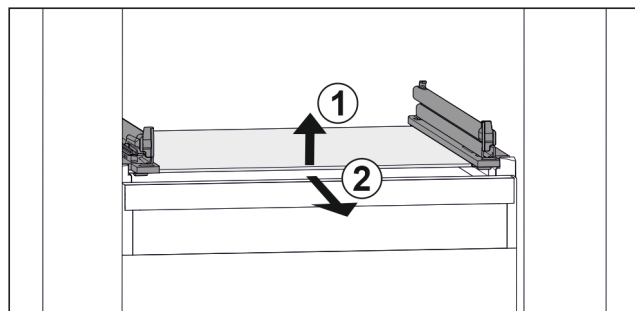

Fig. 97 Beispielhafte Darstellung der Glasplatte
- Glasplatte vorne anheben. Fig. 97 (1)
- Glasplatte nach vorne entnehmen. Fig. 97 (2)